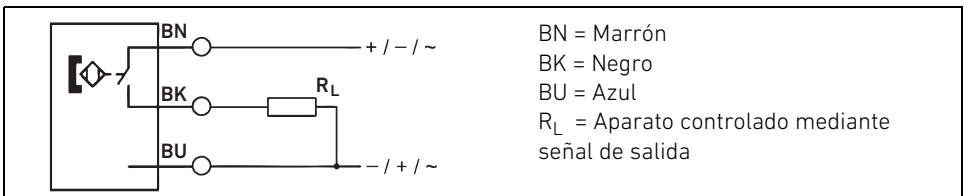

Fig. 8: Conexión del sensor
5. Conecte los sensores tal y como se muestra en la Fig. 8.
3. Coloque el sensor en el portasensor y conéctelo según la Fig. 8 en la página 131.
4. Si fuera necesario, oriente la posición del sensor aflojando el tornillo de fijación del portasensor (2). Enrosque el tornillo en cuanto el soporte se encuentre en la posición deseada.